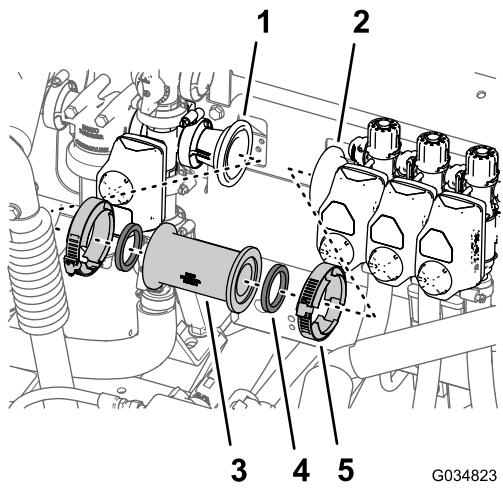

Рисунок 34
- A. Снимите два фланцевых хомута, которые крепят соединительную трубку к переходным патрубкам на главном регулирующем клапане и клапане левой секции стрелы (Рисунок 34).
- B. Снимите прямой соединитель и две прокладки с машины (Рисунок 34).